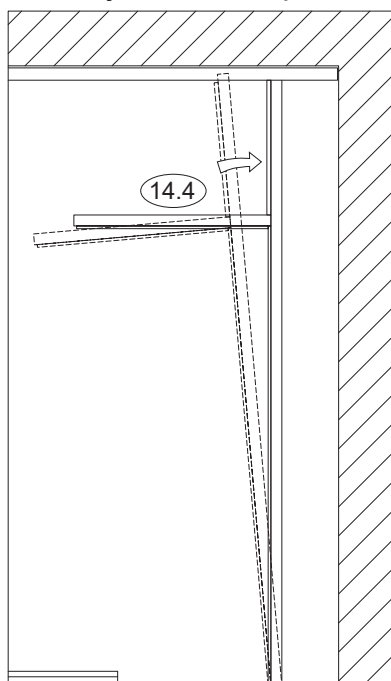

Figura 14.4
14.4. Instale la unidad en forma de T en el marco. Consulte la **Figura 14.4**